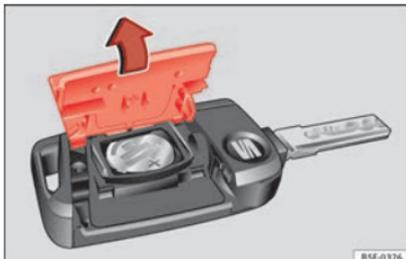

Abb. 132 Fahrzeugschlüssel: Deckel des Batteriefachs öffnen.
- Abdeckung auf der Rückseite des Fahrzeugschlüssels **» Abb. 132** in Pfeilrichtung abnehmen **» ①**.
- Abdeckung wie gezeigt ansetzen **» Abb. 132** und entgegen der Pfeilrichtung auf das Fahrzeugschlüsselgehäuse drücken, bis sie einrastet.